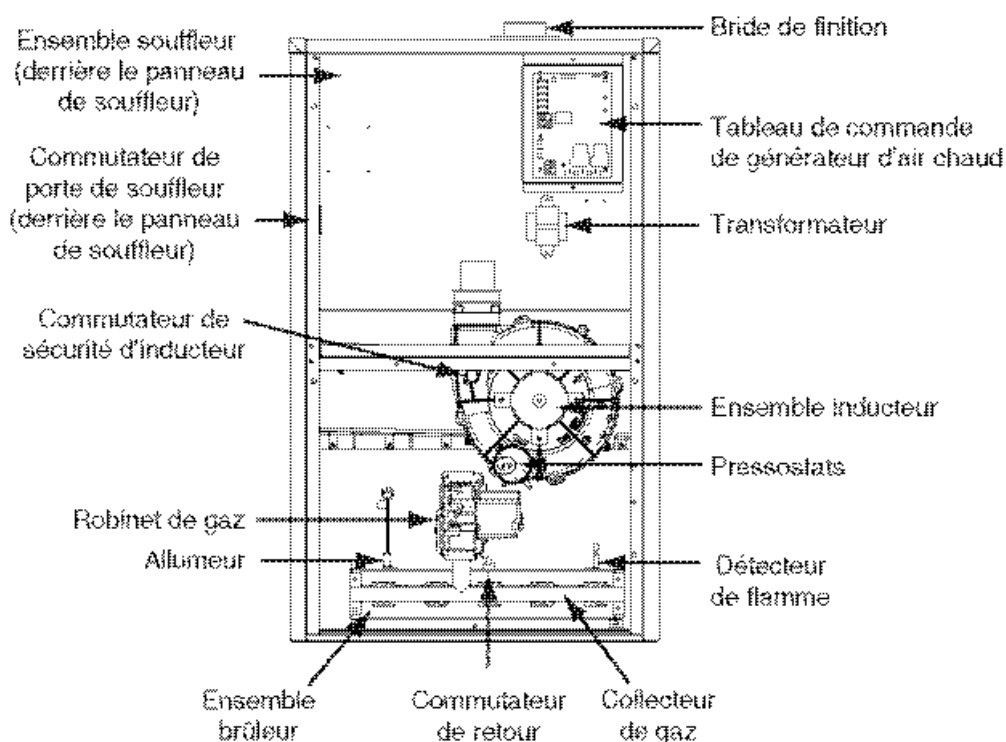

Figure 45. Emplacement des composants pour modèles *SL et *SM
- Si le souffleur d'inducteur fonctionne et que les éléments ci-dessus ont été vérifiés, vérifier le commutateur de sécurité du souffleur et le réenclencher au besoin. Consulter la Figure 44 \(page 57\) ou Figure 45 \(page 58\) pour l'emplacement des composants.
Les descriptions ci-dessous sont celles de différents composants fonctionnels qui ont une incidence sur le fonctionnement et l'arrêt de ce générateur d'air chaud. Certains de ces composants et leur emplacement sont montrés à la Figure 44 \(page 57\) ou Figure 45 \(page 58\). S'il faut remplacer l'un des composants du générateur d'air chaud, utiliser uniquement des pièces de remplacement homologuées par le fabricant, indiquées dans la liste de pièces de remplacement fournie en ligne.